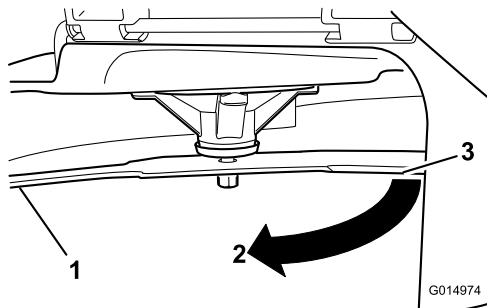

Figure 89
3. Seconde distance mesurée entre la lame et la surface (B)
4. Tournez la même lame de 180 degrés pour amener l'autre tranchant à la même position (Figure 89).